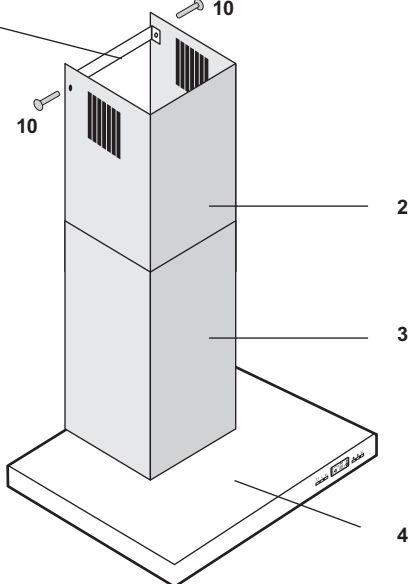

Abb. 21
Bei Umluftbetrieb: den Teleskopschaft (2) so einsetzen, dass die Luftaustrittsschlitzte oben sind. (Abb. 21).